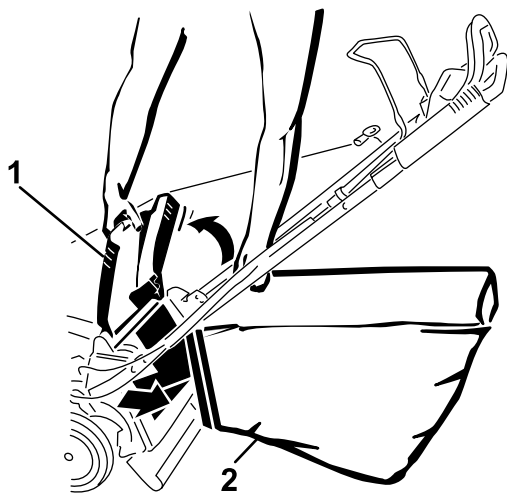

Figuur 23
2. Zet de achterklep omhoog en houd hem in deze stand (Figuur 23).
3. Trek de achterste afsluiter eruit (Figuur 23).